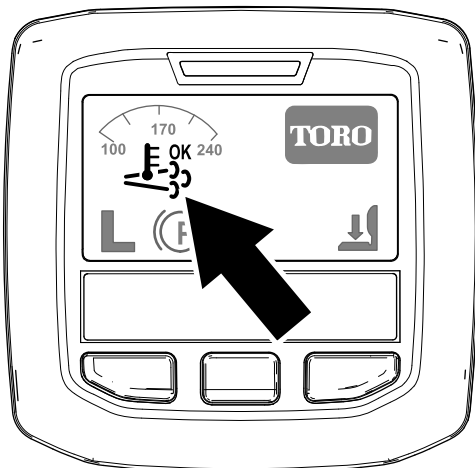

Figura 37
- El icono de regeneración asistida/de reinicio se muestra en el InfoCenter (Figura 37).